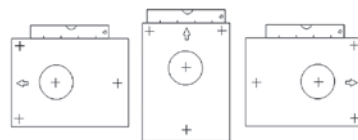

Рис. 2
- Используя строительный уровень, приложите к стене шаблон для монтажа в правильном положении, которое зависит от выбранного вами расположения прибора на стене (смотри п. "Правила размещения"), как показано на Рис. 2, и наметьте на стене центр канала воздухопровода и крепежные отверстия. Уберите монтажный шаблон.